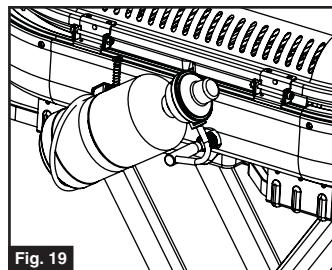

Fig. 19
- Placez la bouteille dans le porte-bouteille. (Fig. 19)